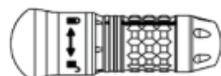

Figure 3
3. Tourner l'accessoire dans la direction de la flèche de la pièce à main afin d'aligner la flèche de l'accessoire avec le symbole de verrouillage (Figure 3).